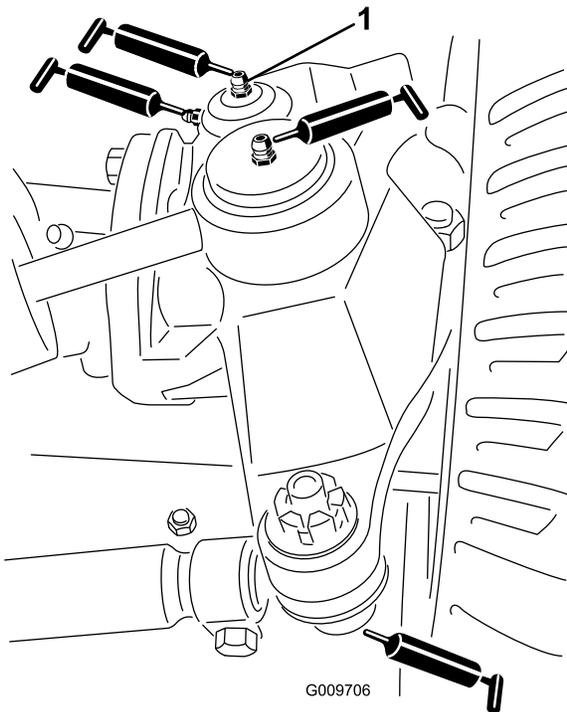

Figura 50
- Rótulas do cilindro de direção (2) (Figura 50)
- Rótulas esféricas da barra de ligação (2) (Figura 50)
- Casquilhos do pino principal (2) (Figura 50). **O bocal superior do pino principal apenas deverá ser lubrificado uma vez por ano (2 bombas).**